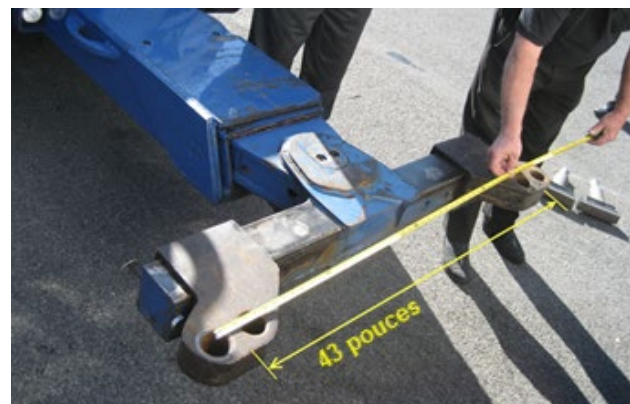

FIGURE 60
5. Allonger le bras télescopique de la dépanneuse. Placer les fourchettes sous les oeillets de remorquage arrière s'ils sont existants, sinon sous les longerons (Figure 60).